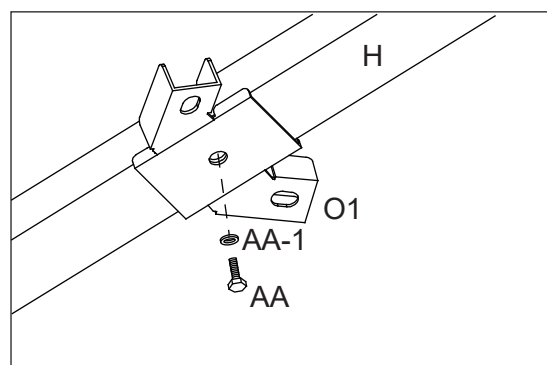

Figure 15-2
15.2. Fixez le connecteur (O1) au support d'angle du toit principal (H) à l'aide du boulon (AA) et de la rondelle (AA-1). Voir la figure 15.2.